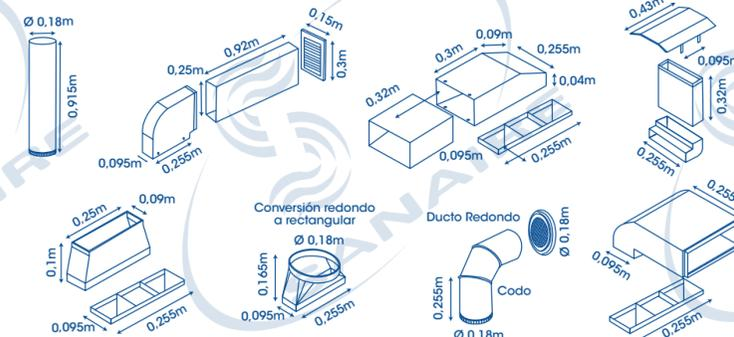

Fig. 4
3. Atore el marco del ducto en las ranuras correspondientes.* (Fig. 4)